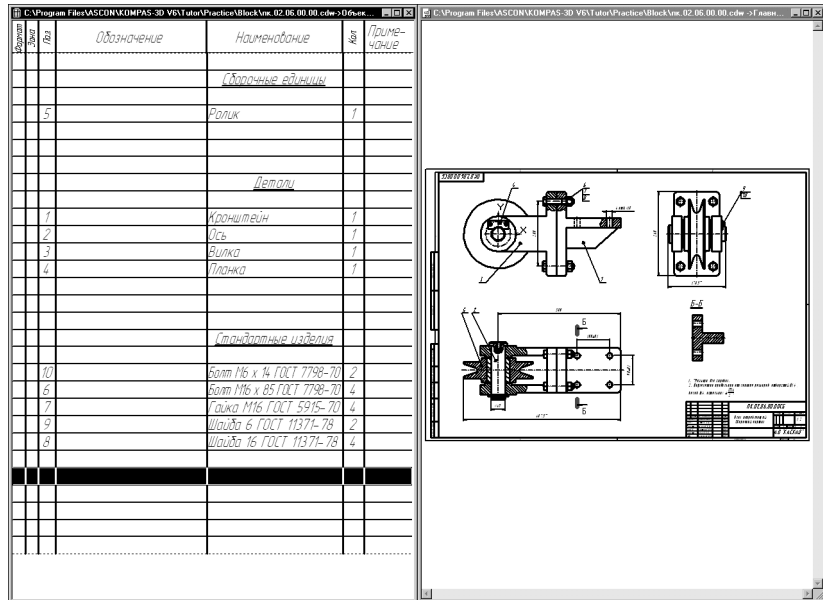

Рис. 57.43.
24. Убедитесь, что раздел *Стандартные изделия* (рис. 57.43) полностью сформирован.